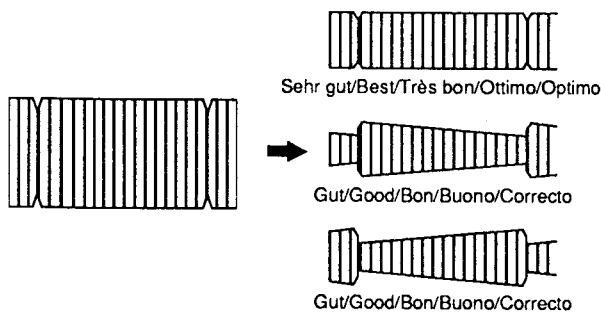

Fig. 35
- Trackingeinstellung nach "+" und "-" variieren. Dabei sollen die Hüllkurvenränder parallel zusammenlaufen (Fig. 35).
- Vary the tracking in the "+" and "-" directions. When doing so the FM envelope should show parallel converging lines (Fig. 35).